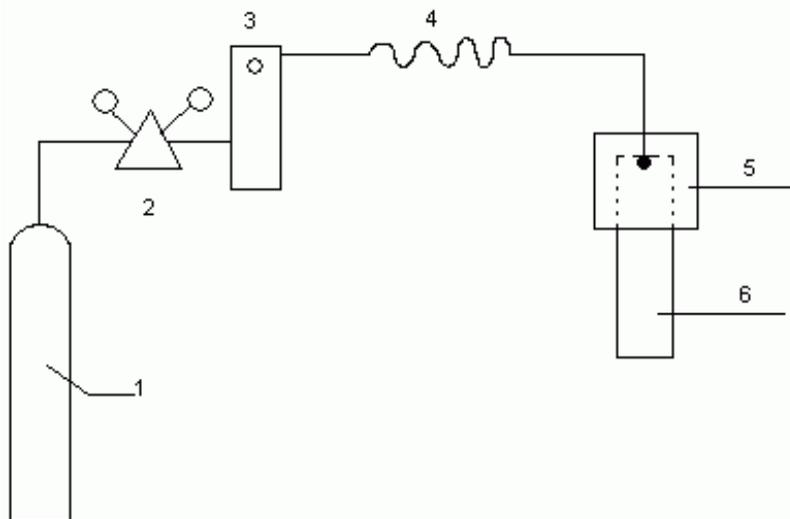
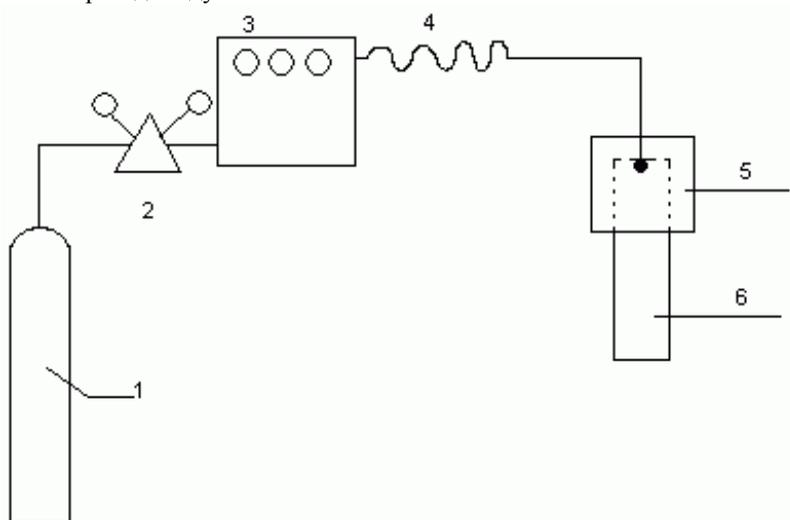
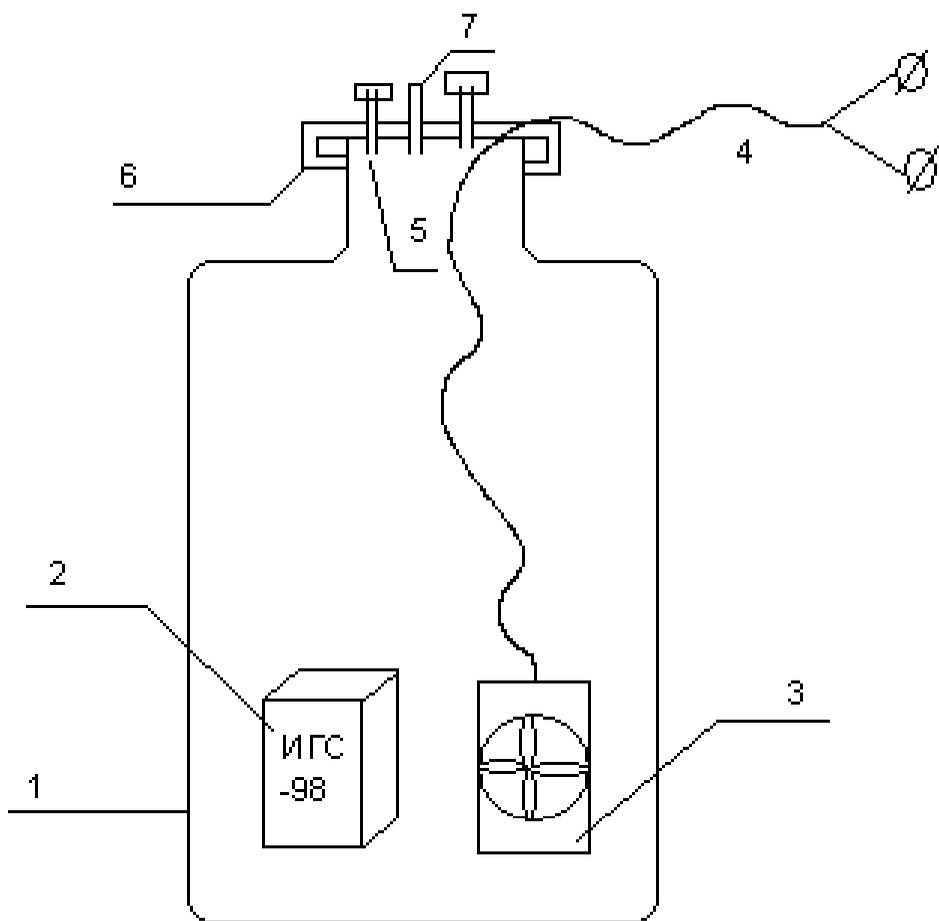

Рис. 2. Схема газовая принципиальная установки для проверки индивидуальных газосигнализаторов от баллонов со сжатыми газами ПГС.
Рис. 3. Схема газовая принципиальная установки для проверки индивидуальных газосигнализаторов от генератора газа.
Рис. 4. Схема газовая принципиальная камеры КГ-3 для проверки индивидуальных газосигнализаторов.
5.3.1. При работе с газовыми смесями из баллонов (ПГС) собирают газовую схему для проверки ГС (рис. 2). Для этого баллон с ПГС, подключают через понижающий редуктор и ротаметр к прибору. Вместо редуктора можно использовать баллонный вентиль тонкой регулировки. К отверстию сенсора ГС присоединяют газовую насадку-адаптер НГ-1 (рис. 1). Штуцер насадки соединяют с выходом ротаметра гибким шлангом. По ротаметру устанавливают требуемый расход газовой смеси.
испарения вещества через стенки фторопластовой ампулы-источника микропотока (ИМ). Установив источник микропотоков с необходимым веществом в установке, можно создавать высокостабильные газовые потоки заданной концентрации разного состава. Для работы собирают установку по схеме на рис. 3. Газовое питание генератора происходит от баллона со сжатым воздухом через понижающий редуктор. От генератора на ГС газовая смесь подается по фторопластовому трубопроводу, соединяемому коротким шлангом со штуцером насадки НГ-1.
5.5.2. Для этого собирают установку, изображенную на рис. 4. Прибор помещается полностью в камеру через герметичный люк. В камере (желательно из прозрачного материала) находится вентилятор для перемешивания воздуха, отверстие для микродозатора жидкой пробы вещества и две герметичные рукавицы для работы с прибором в камере при настройке.
1.6. ГС серии «В» выпуска после 2010 г. содержат три платы: цифровую GS, общую для всех типов ГС, в том числе двухгазовых (принципиальная схема рис.1а, расположение элементов рис.1б), плату зарядки аккумулятора TSN (рис. 2а и 2б) и аналоговые, крепящиеся непосредственно к сенсору, 5 типов: для 3-электродных электрохимических сенсоров (SO-CL-M, рис. 3а и 3б), для 2-электродных электрохимических сенсоров (CO-M, рис. 4а и 4б), для термokatалитических сенсоров (TK-IN, рис. 5а и 5б), для оптических сенсоров (CO2-M, рис. 6) и для полупроводниковых сенсоров (TK-B, рис.7).
рис. 2а. Принципиальная схема платы зарядки
рис. 2б. Схема размещения элементов на плате зарядки
рис. 3а. Принципиальная схема платы для 3-х электродных электрохимических сенсоров
рис. 4а. Принципиальная схема платы для 2-электродных электрохимических сенсоров
рис. 4б. Схема размещения элементов на плате 2-х электродных электрохимических сенсоров